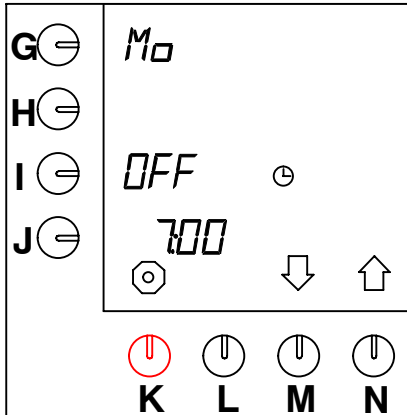

Abb. 32 Vorheizen des Behälters
- Im Display erscheint "AuS" in der Position neben der Programmier­taste (I.) (Abb.32).